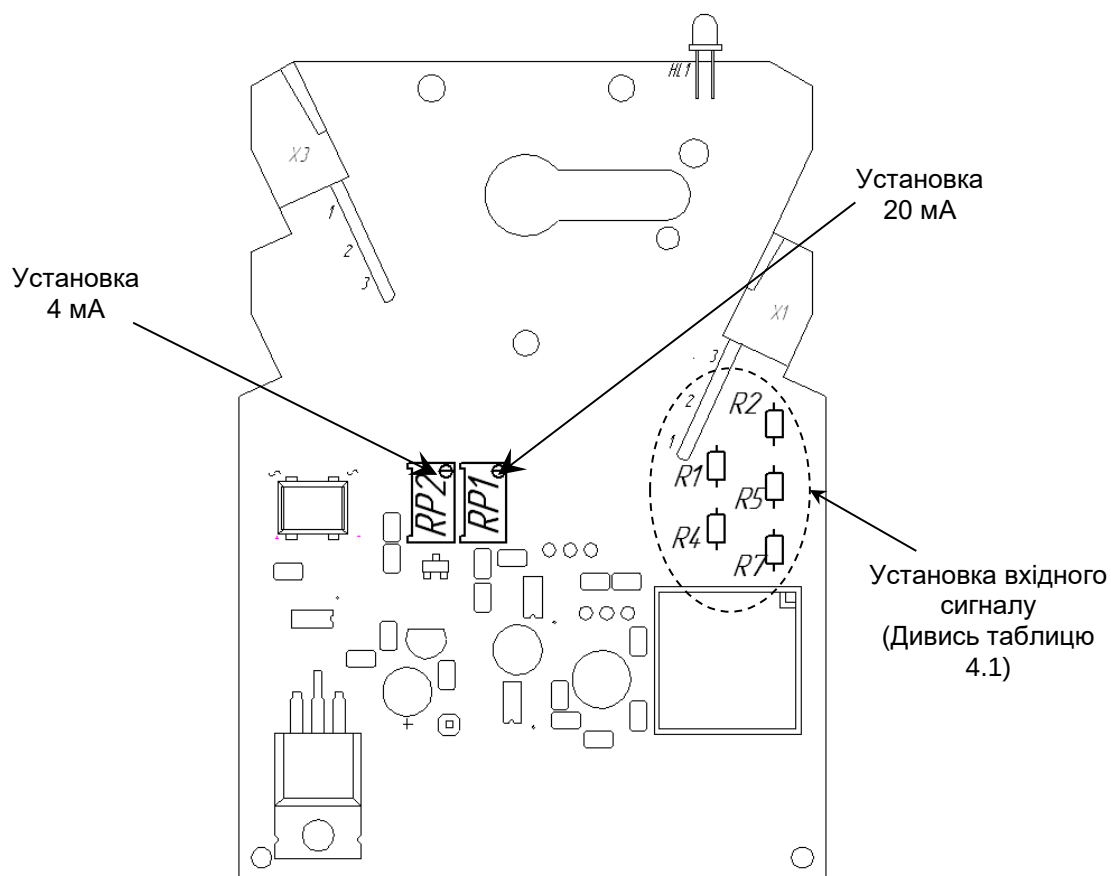

Рисунок 4.2 - Схема розташування органів регулювання та елементів налаштування ПНС-420
4.2.4 Для зміни налаштування ПНС-420 на інший вхідний сигнал використовуйте рисунок 4.2 та таблицю 4.1